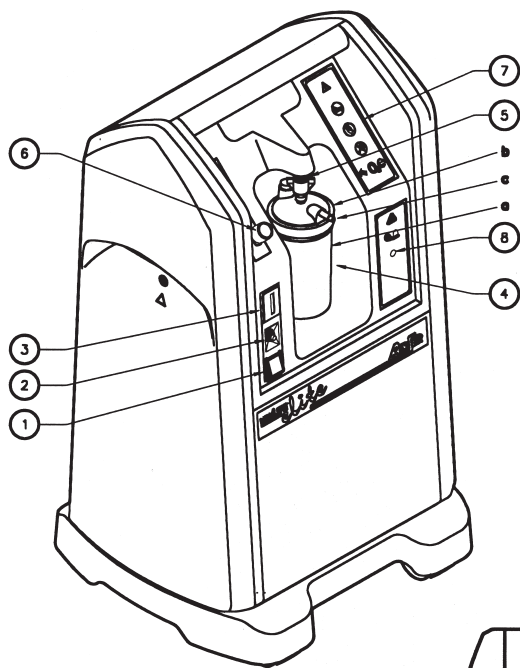

Abb. I.1
I. 1. Frontansicht (Abb. I.1)	2-DE
I. 1. Frontansicht (Abb. I.1)